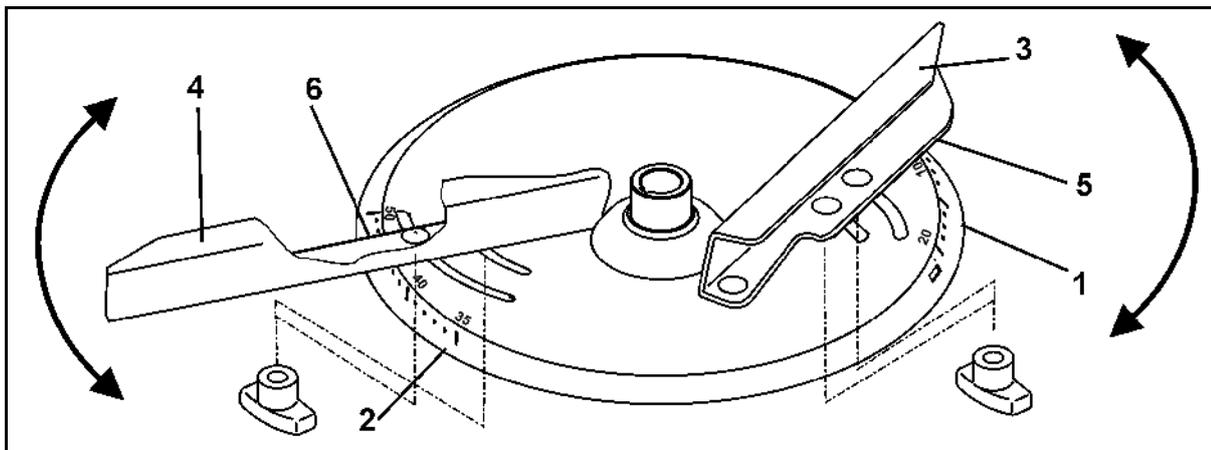

図 59
散布偏向板の設定をツールを用いずに正確に行うために、各散布ディスクには 2 種類の区別のはっきりした目盛り (図 59/1 と 図 59/2) が配置されています。
- 短い散布偏向板 (図 59/3) には、値 5 ~ 28 の目盛り (図 59/1) が、長い散布偏向板 (図 59/4) には、値 35 ~ 55 の目盛り (図 59/2) が割り当てられています。
- 短い散布偏向板 (図 59/3) 用に設定値を読み取りエッジ (図 59/5) で読み取ります。
- 長い散布偏向板 (図 59/4) 用に設定値を読み取りエッジ (図 59/6) で読み取ります。
- 散布偏向板を目盛り (図 59/1 または 図 59/2) のより大きな数値に回転させると、作業幅が拡大します。